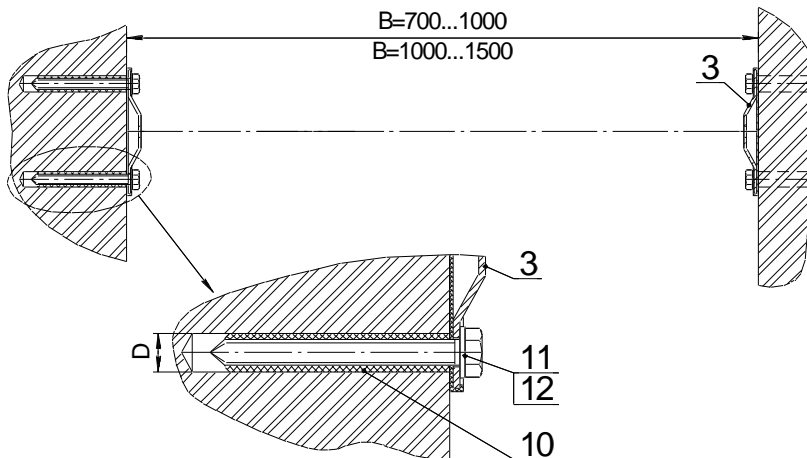

Рис.1
11.3.3 Собрать вставки поз.2 с трубой поз.1, обеспечив общую длину L , на 70...100 мм меньше замеренного расстояния B между стенами и закрепить винтом специальным поз.6 и гайкой специальной поз.7 (Рис.1).
2.3. Правильность установки болтов проверять по рис. 1 (размер 70мм max).